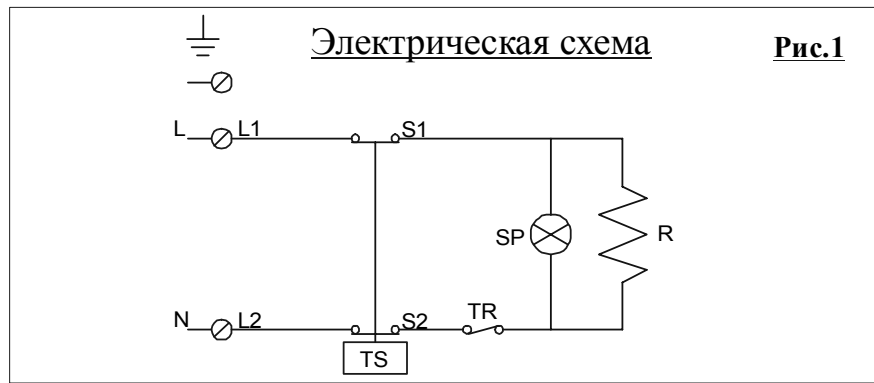

Рис.2
Отключить электрическое питание. Снять предохранительный приборный щиток и повернуть ручку термостата Рис.2. в направлении “+” для увеличения или “-“ для уменьшения температуры. Специальная засечка на самом термостате служит указателем.
Водонагреватели снабжены термостатом с предохранительным ограничителем (см. Рис.2), в соответствии с требованиями CEI-EN. Ограничитель включается в случае ненормального подогрева воды и вызывает автоматическое открытие контура питания электрическому сопротивлению. Восстановить нормальную работу следует вручную и после того, как устранены причины, приведшие к этому действию, следующим образом:
- нажать лёгким давлением на кнопку взвода термостата при помощи изолированного предмета с округлённым наконечником в положении, указанном на Рис.2, до щелчка.